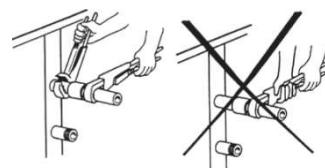

Рисунок 1 – Подключение водяного теплообменника
- 2.1.7 При подключении теплообменника необходимо придерживать его патрубки при помощи трубного ключа (Рисунок 1).
- 5.1.6 Подключите водяной нагреватель (если предусмотрен). При подключении водяного нагревателя придерживайте патрубки при помощи трубного ключа как показано на рисунке (Рисунок 1). Подключение водяного нагревателя к тепловой сети должно осуществляться через смесительный узел. В прямой линии смесительного узла обязательна установка сетчатого фильтра.